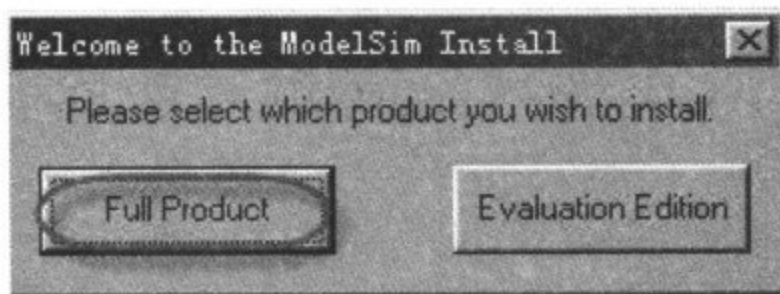

图 3-53 软件版本选择画面
(1) 双击 Modelsim SE 6.0 安装图标, 出现如图 3-53 所示的软件版本选择画面, 这里选择 Full Product, 点击 Next。